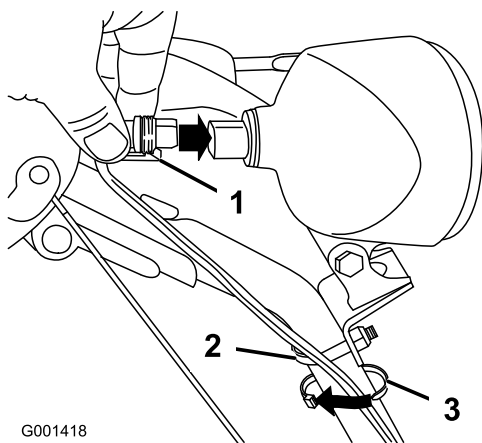

Рисунок 17
2. Установите хомут кабеля (из комплекта деталей) на провод и рукоятку на расстоянии около 2,5 см ниже болта U-образной формы (Рисунок 17).
1. Вставьте штекер, находящийся на свободном конце провода, в гнездо на задней стенке фары и надежно зафиксируйте его (Рисунок 17).
Примечание: Убедитесь в том, что пластиковый зажим на штекере находится в нижнем положении (Рисунок 17).